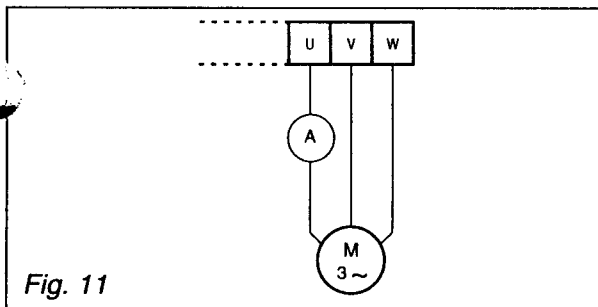

Fig. 11
- mettre un ampèremètre (Fig. 11),